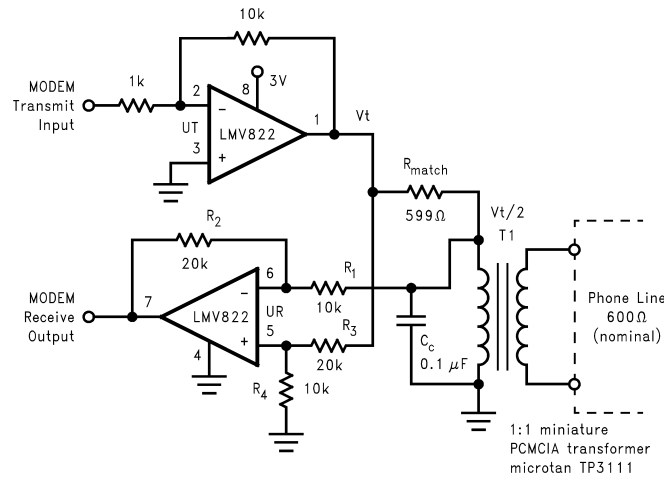

图 39. 用于 PCMCIA 调制解调器卡的电话线路收发器
图 39 的电话线路收发器通过 PCMCIA 微型变压器提供全双工连接。接收机部分 (UR) 的差分配置消除了从发射机部分 (UT) 接收的问题。请注意，UR 的差分配置的输入信号包括发射电压 ( $V_T$ ) 和  $V_T/2$ 。这是因为选择的  $R_{match}$  需要与耦合的电话线路阻抗相匹配；所以将  $V_T$  除以 2 (假设  $R_1 \gg R_{match}$ )。